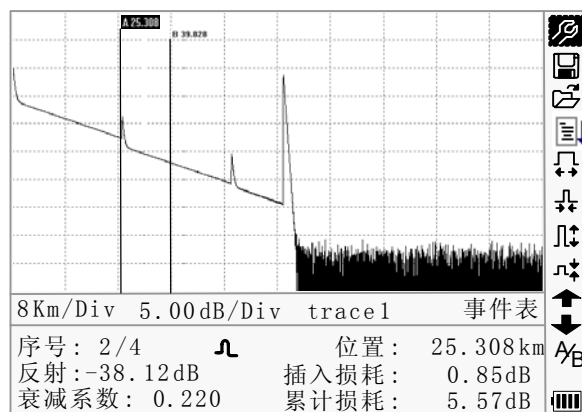
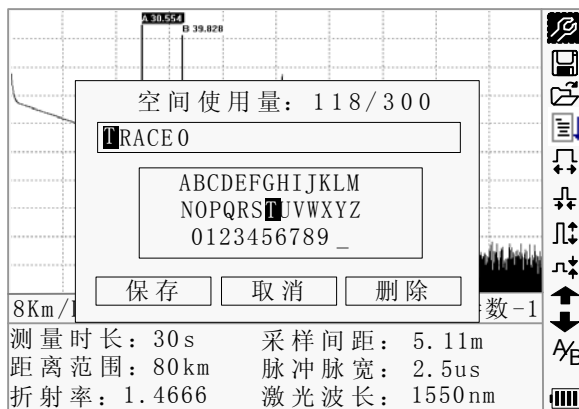
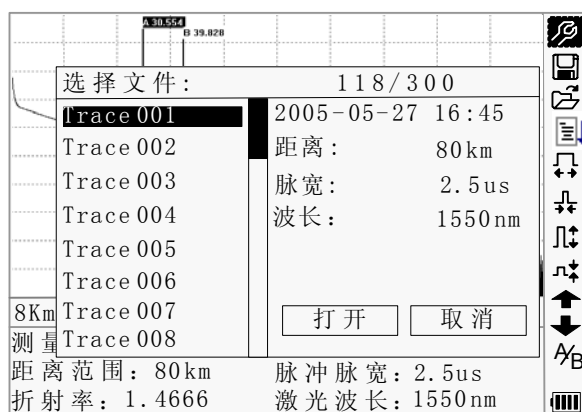

图 4-4. palmOTDR 测量轨迹
图 4-5. 保存轨迹
图 4-6. 查阅已存轨迹
测量进行过程中，测量的中间结果显示在屏幕上，迹线每隔一段时间刷新一次，为用户演示整个测量过程。但等测量时间结束后的轨迹为最终轨迹。如图 4-4. 所示。
在图 4-4.界面下，按[↺]键，信息窗的内容：按照测量参数信息→分析参数信息→事件列表信息→A/B 标尺信息→光纤链→测量参数信息循环显示。
在图 4-4.界面下，按[↩]键，信息窗的内容转换到事件信息。
在图 4-4.界面下，通过按键[▲]与[▼]将焦点移到 ，按[Enter]键切换 A/B 标尺。
在图 4-4.界面下，按[↩]键，信息窗的内容转换到 A/B 标尺的信息。
- 在图 4-4.界面下，通过按键[▲]与[▼]将焦点移到 ，按[Enter]键对轨迹进行横向展宽；或通过按键面板上的组合热键[Shift/⌘]+[▶]对轨迹进行横向展宽
在图 4-4.界面下，通过按键[▲]与[▼]将焦点移到 ，按[Enter]键对轨迹进行横向缩小；或通过按键面板上的组合热键[Shift/⌘]+[◀]对轨迹进行横向缩小。
- 在图 4-4.界面下，通过按键[▲]或[▼]将焦点移到 $\updownarrow$ ，按[Enter]键进行纵向放大；或通过按键面板上的组合热键[Shift/↻]+[▲]对轨迹进行纵向放大
- 在图 4-4.界面下，通过按键[▲]与[▼]将焦点移到 $\updownarrow$ ，按[Enter]键对轨迹进行纵向缩小；或通过按键面板上的组合热键[Shift/↻]+[▼]对轨迹进行纵向缩小
在图 4-4.界面下，通过按键[▲]与[▼]将焦点移到 $\text{保存}$ ，按[Enter]键进入，如图 4-5.所示。
在图 4-4.界面下，通过按键[▲]与[▼]将焦点移到 ，按[Enter]键进入，如图 4-6.所示。